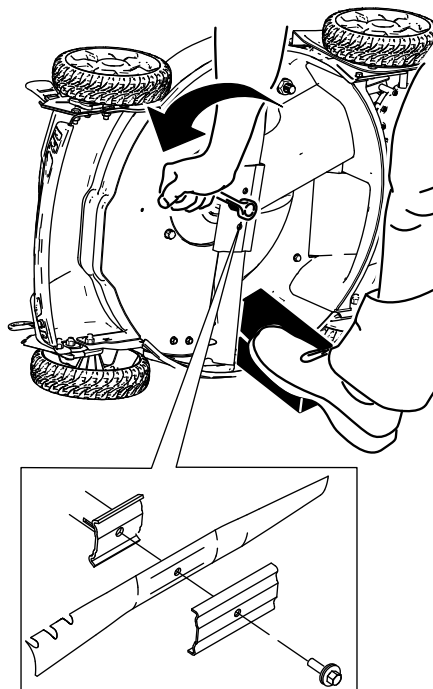

Figure 1
4. Immobilisez la lame avec un morceau de bois (Figure 1).
5. Déposez la lame mais ne jetez pas les fixations (Figure 1).